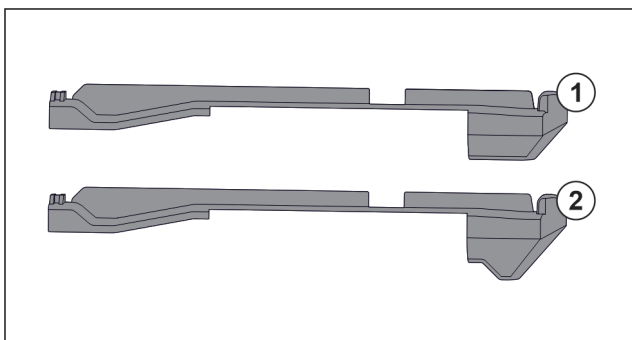

Fig. 108 Сравнение на наставките
В уреда има два вида наставки. Наставката над най-долното чекмедже Fig. 108 (2) има триъгълен ръб. Всички останали наставки Fig. 108 (1) имат прав ръб.
- ▶ Поставете наставката Fig. 108 (2) с триъгълния ръб над най-долното чекмедже.
- ▶ Поставете наставката Fig. 108 (1) с прав ръб на всички останали места.